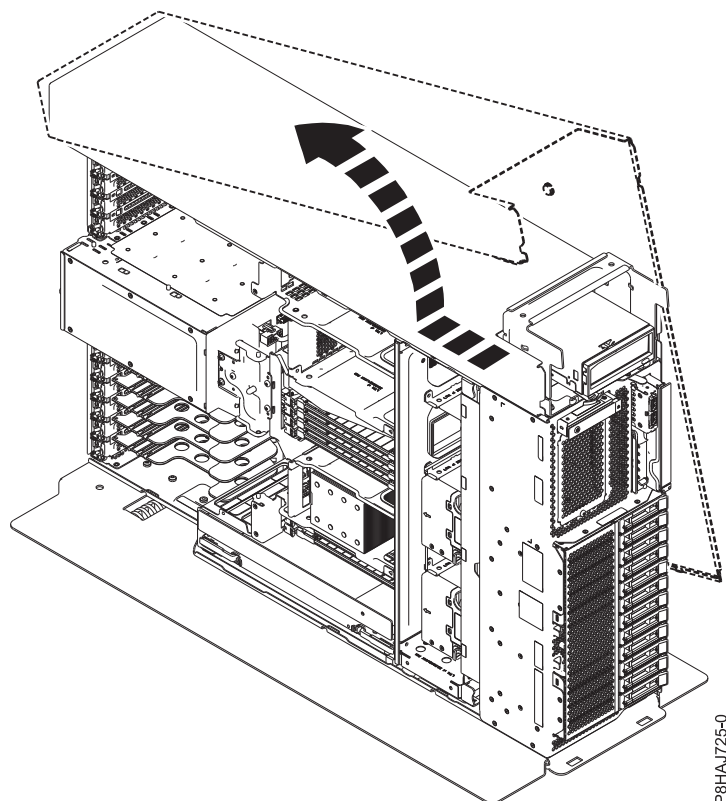

図 29. 8286-41A のサイド・カバーの取り外し
5. サイド・カバーを、図 29 に示されている方向へスライドさせて、システムから外します。